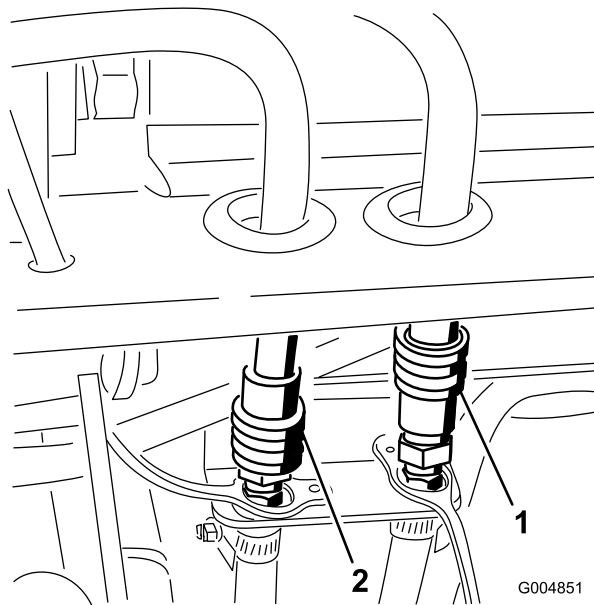

Figura 80
18. Desconecte las mangueras con acoplamiento rápido de presión y retorno de la cabina (Figura 80). Conecte los acoplamientos entre sí para mantenerlos limpios. Instale los tapones en los acoplamientos rápidos de la máquina. Asegúrese de que todos los acoplamientos están limpios antes de hacer las conexiones.